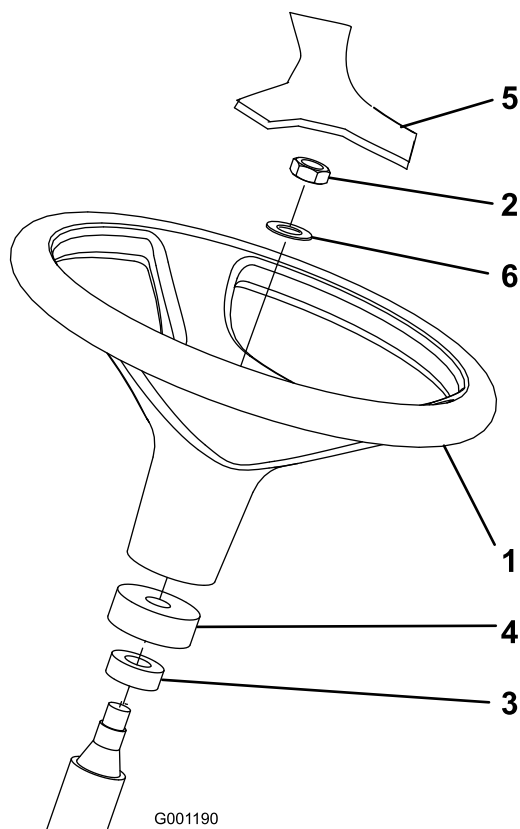

Figure 3
1. Déposez le volant du support d'expédition (Figure 3).
Remarque: Vérifiez que la bague en mousse et le cache-poussière se trouvent sur l'arbre de direction (Figure 3).
3. Glissez le volant et la rondelle sur l'arbre de direction (Figure 3).
5. Posez le couvre-moyeu sur le volant (Figure 3)